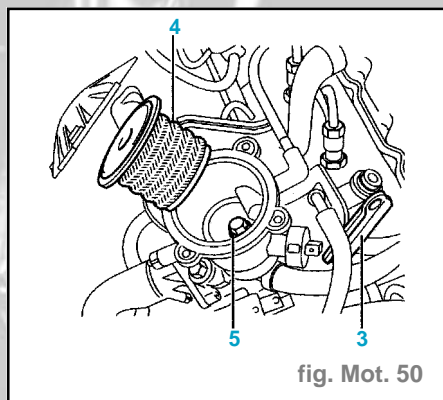

fig. Mot. 50
- le filtre à gazole (4),
- la vis (5) et le support de filtre (fig. Mot. 50).